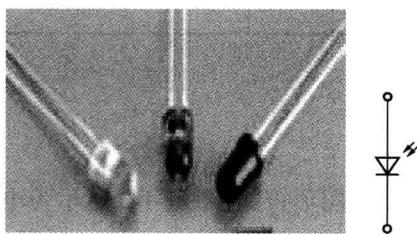

图 1-1-5 光电二极管
(1) 光电二极管。光电二极管又称为光敏二极管，它也有一个 PN 结，在光电二极管的外壳上有一个透明的窗口，以接收光线照射，实现光电转换。用万用表电压 1V 挡，用红表笔搭接光电二极管“+”极，黑表笔搭接光电二极管“-”极，在光照下，其电压与光照强度成比例，一般可达 $0.2\sim 0.4V$ 。光电二极管如图 1-1-5 所示。
(2) 发光二极管。发光二极管简称为 LED，由镓 (Ga)、砷 (AS)、磷 (P) 的化合物制成的二极管，它是由一个 PN 结组成的，具有单向导电性。当给发光二极管加上正向电压时，电子与空穴复合时能辐射出可见光，磷砷化镓二极管发红光，磷化镓二极管发绿光，碳化硅二极管发黄光。